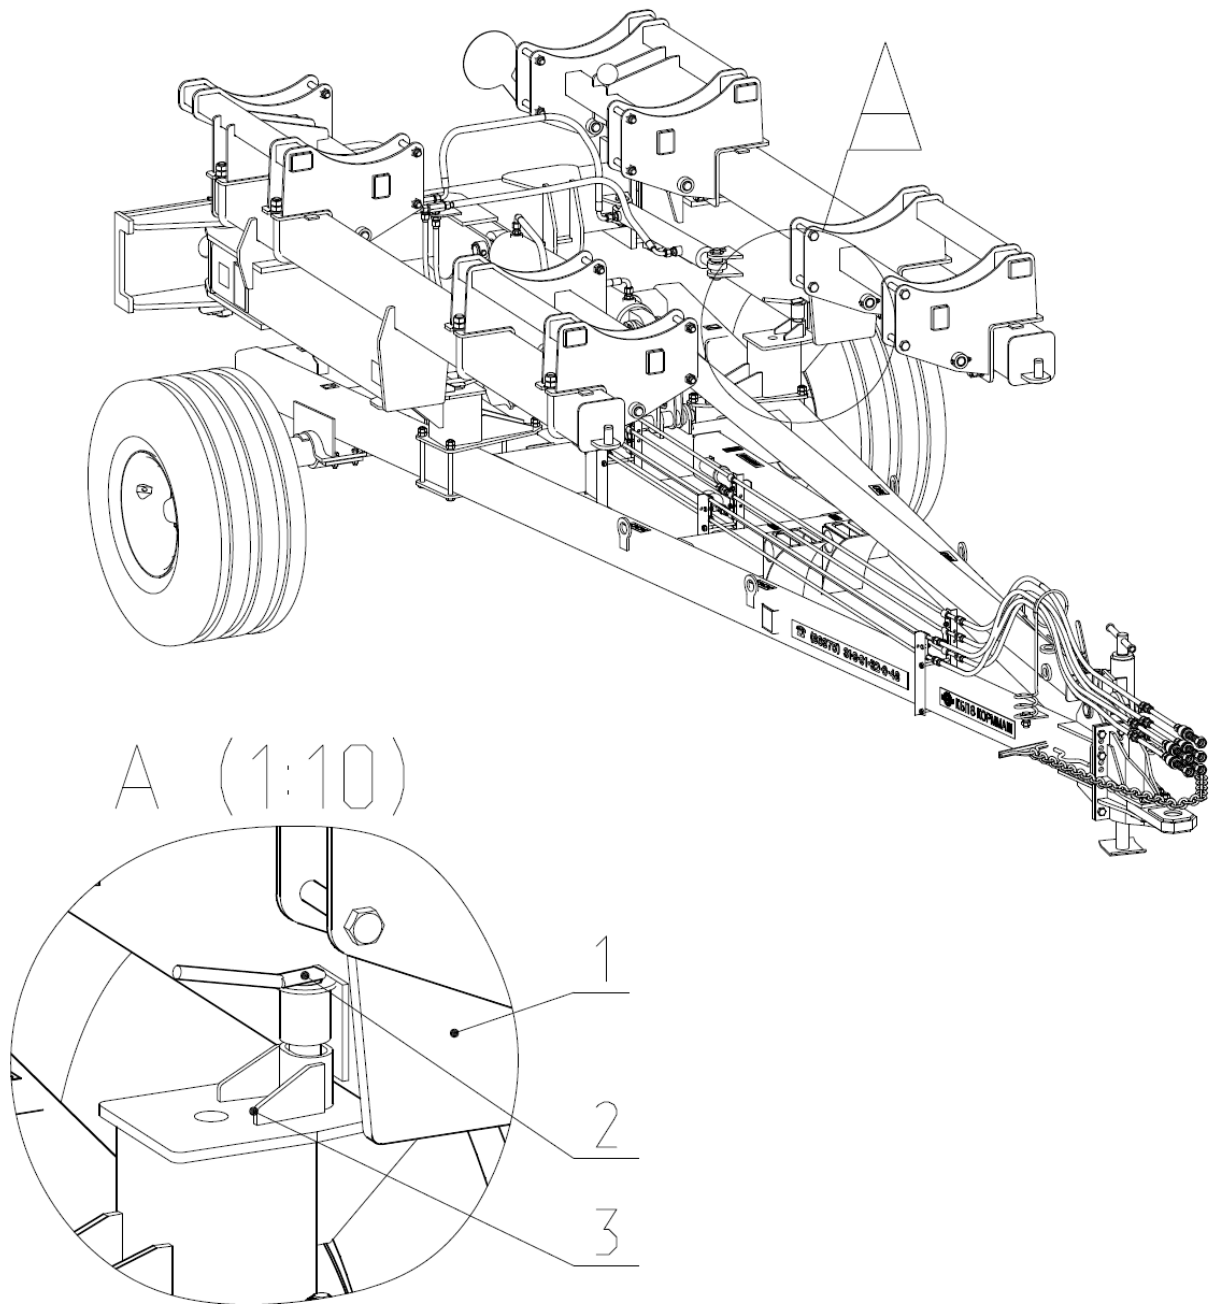

Рис.14.3 Фиксация боковых балок кронштейном блокировки (секции условно не показаны).
- втулка боковой балки 1 должна вставиться во втулку кронштейна блокировки 3 и зафиксироваться пальцем 2 (рис.14.3) (в случае несовпадения втулок боковой балки с втулкой кронштейном блокировки подтянуть боковые балки стяжкой до их совмещения);
- разфиксировать палец 2 с кронштейна блокировки (рис.14.3).